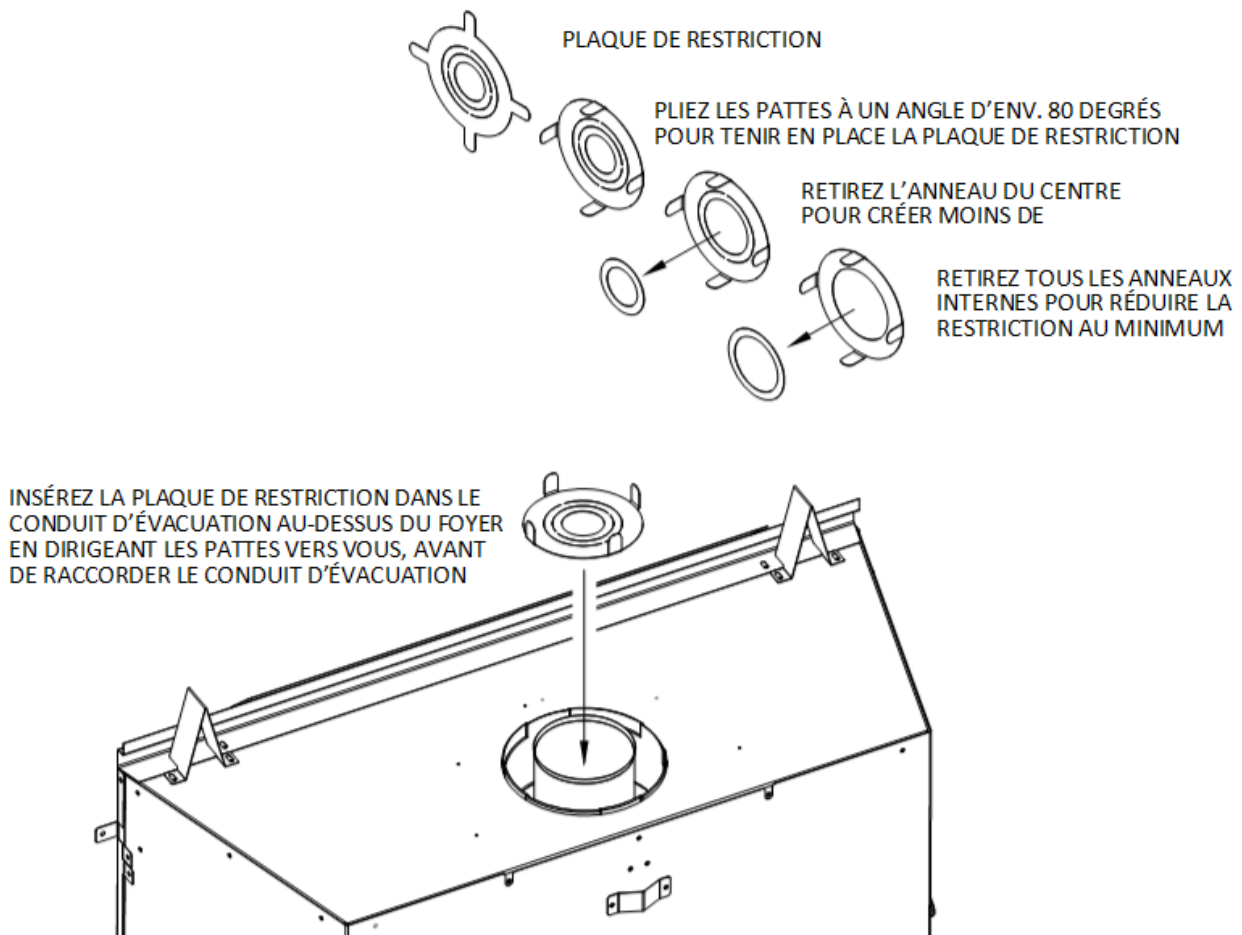

Figure 7.4 - Installation du restricteur
- La plaque de restriction est expédiée avec tous les anneaux intérieurs intacts et, une fois installée, elle offre la restriction d'évacuation la plus élevée. Les (2) anneaux précoupés du centre peuvent être retirés. Pour créer moins de restriction, retirer seulement le premier anneau du centre; pour créer encore moins de restriction, retirer aussi le deuxième anneau du centre.
- Voir les instructions de la FIGURE 7.4 pour installer la plaque de restriction avant de raccorder le conduit d'évacuation, ou insérez-le par le déflecteur interne du foyer, si le conduit d'évacuation est déjà raccordé. Pour les recommandations d'ajustement d'évacuation par la plaque de restriction, voir la section 12.3.3, Restricteur d'évacuation (après installation).